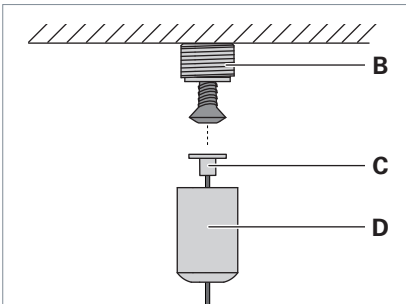

Fig. 7: Deckenbefestiger montieren.
- Schrauben Sie ein Gewinde **B** mit dem Abstand **a** zu dem zuvor montierten Halteblech und einer geeigneten Schraube an die Decke, siehe Tab. 2 und Fig. 7.